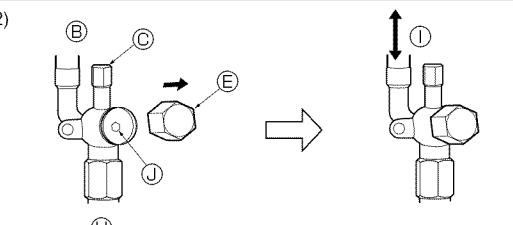

Fig. 5-8
(1) Lado de gas (Fig. 5-8)
- ① Quite la tapa, tire de la manivela hacia usted y gire 1/4 de vuelta hacia la izquierda para abrir.
② Cerciórese de que la válvula de parada esté completamente abierta, empuje la manivela y enrosque la tapa en su posición original.